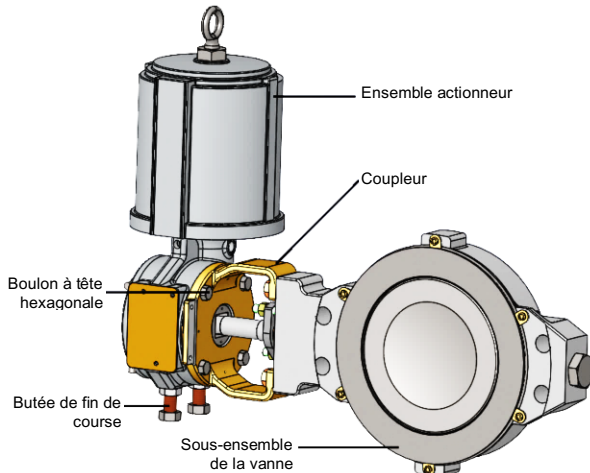

Figure 5 : Retrait de l'actionneur du corps
1. Soutenez l'ensemble actionneur avant de le déconnecter de l'ensemble corps. Reportez-vous à la Figure 5.